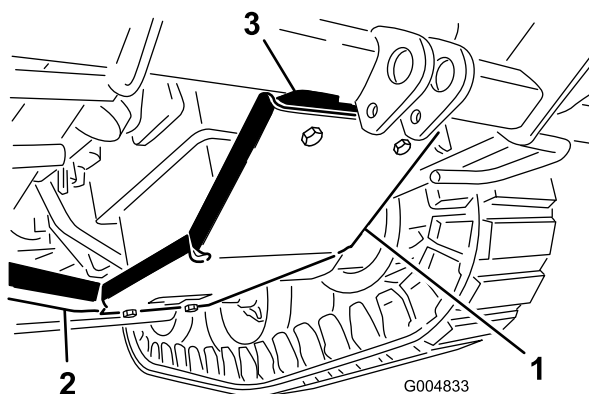

**Рисунок 29**
1. Поместите подходящий напольный домкрат под трубу заднего бампера, поднимите заднюю часть машины и установите ее на опоры домкрата (**Рисунок 29**).